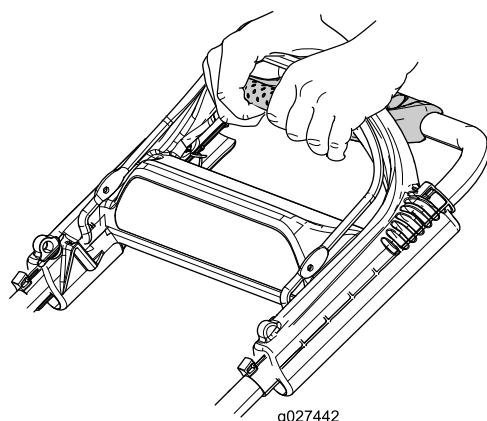

Figura 17
1. Estire los dedos hacia adelante y agarre las esquinas del manillar de tracción asistida (Figura 17).